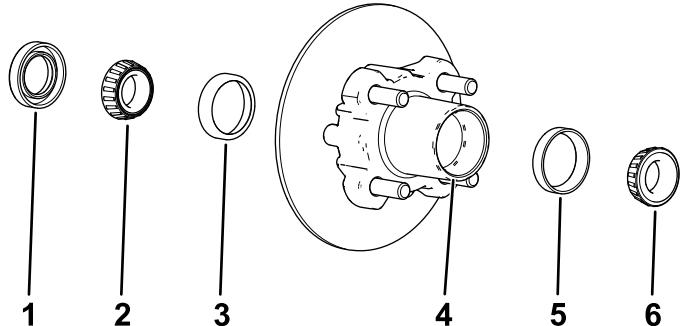

Bild 31
1. Nehmen Sie das äußere Lager von der Radnabe ab (Bild 31).
2. Nehmen Sie die Dichtung und das Innenlager von der Radnabe ab (Bild 31).
5. Entfernen Sie Fett, Schmutz und Rückstände aus dem Hohlraum der Radnabe (Bild 31).
7. Füllen Sie den Hohlraum der Nabe zu 50 % bis 80 % mit der angegebenen Fettsorte (Bild 31).
8. Montieren Sie das Innenlager auf dem Lagerring an der Innenseite der Nabe und setzen Sie die Dichtung ein (Bild 31).